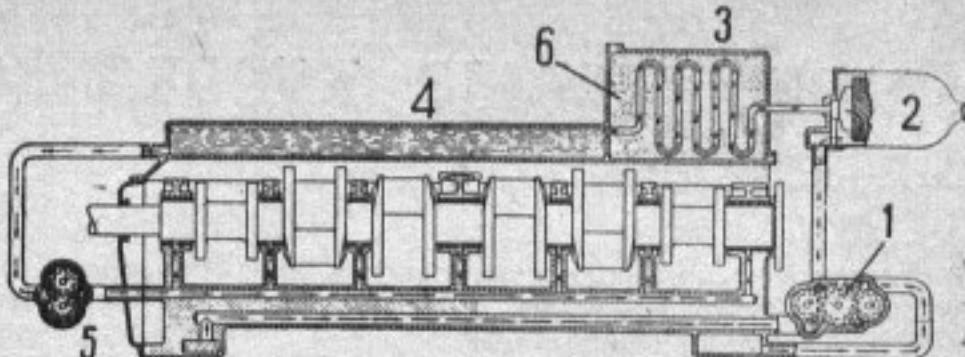

Рис. 7 — Схема смазки (неполная) двигателя Уайт, модель 10-А
**Система смазки двигателя.** Неполная схема смазки двигателя представлена на рис. 7. Масло под давлением подается к подшипникам распределительного и коленчатого валов (к коренным и шатунным), к подшипникам верхних головок шатунов, к регулятору и шестерням распределения. Цилиндры и поршни смазываются разбрызгиванием. Картер у двигателя сухого типа. Для выкачки масла из картера установлены